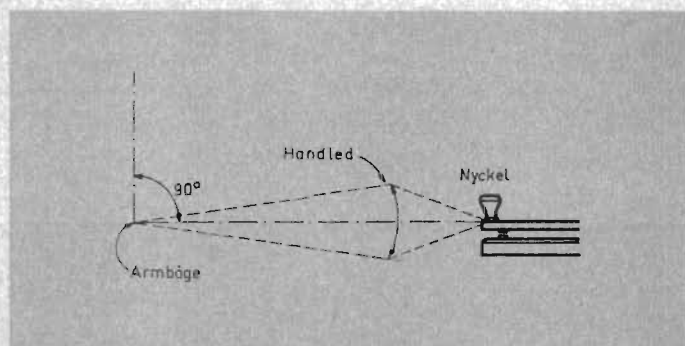

Fig 5
- 2) Låt underarmen vid telegrafering bilda 90° vinkel mot överarmen. Se fig. 5.
leden; det medför minsta ansträngning. Se fig. 5.